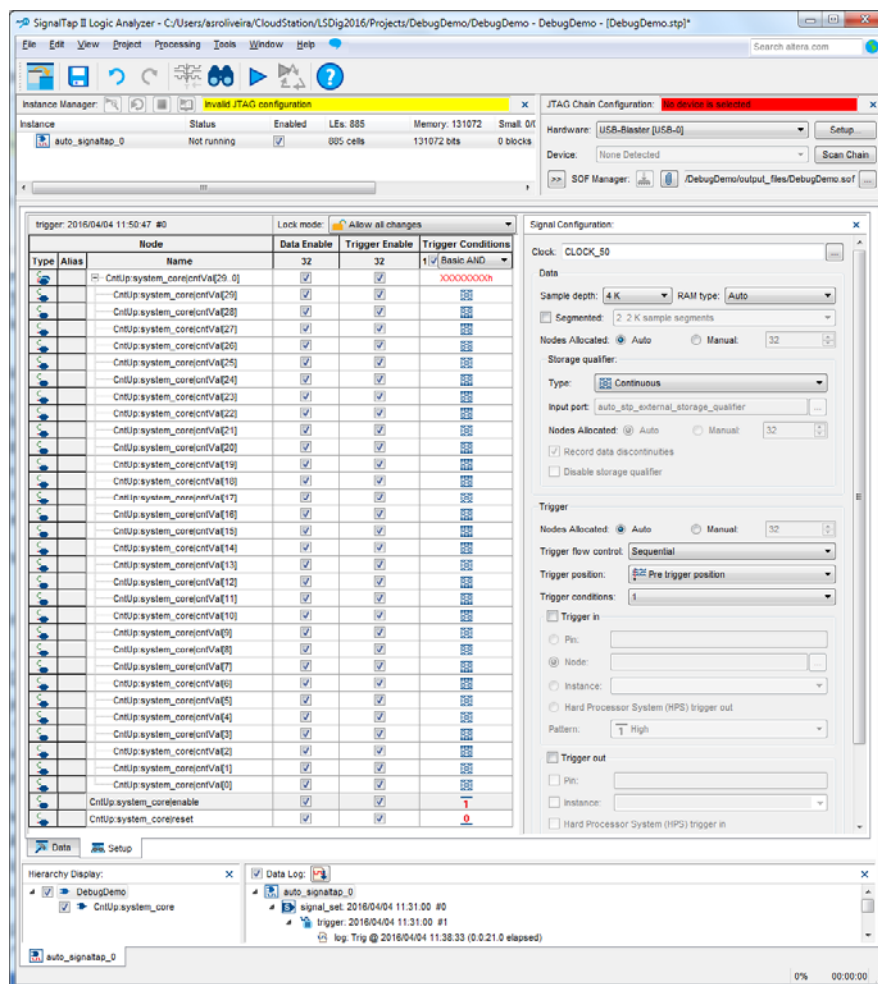

Figura 23 – Aspetto da aplicação “SignalTap II Logic Analyser” com os parâmetros configurados.
5. Após premir *Insert* e fechar a janela de “Node Finder” deverá configurar na janela principal os seguintes parâmetros (Figura 23):
8. Especifique o ficheiro SOF a usar para configurar a FPGA (“output_files/DebugDemo.sof”) e programe a FPGA (botão  no canto superior direito da Figura 23). O ficheiro SOF inclui quer a configuração da lógica do sistema desenvolvido, quer a configuração da lógica correspondente às componentes de hardware do analisador lógico.